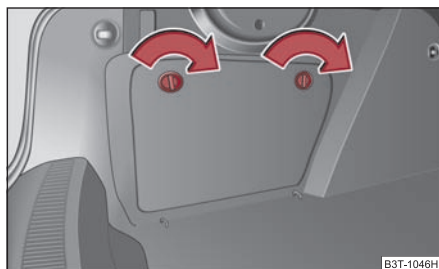
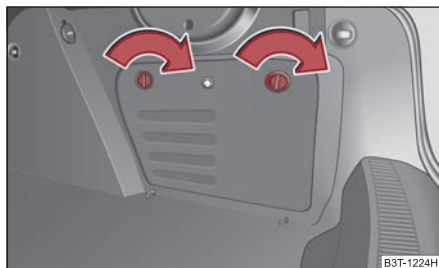

Fig. 123 Coffre à bagages:
Fig. 124 Coffre à bagages:
- Vous pouvez ouvrir le rangement en faisant tourner les fermetures dans le sens de la flèche ⇒ fig. 123 ⇒ fig. 124.
Le changeur de CD*, le Tuner TV* et une boîte à pansements se trouvent dans le compartiment droit ⇒ fig. 124. ■